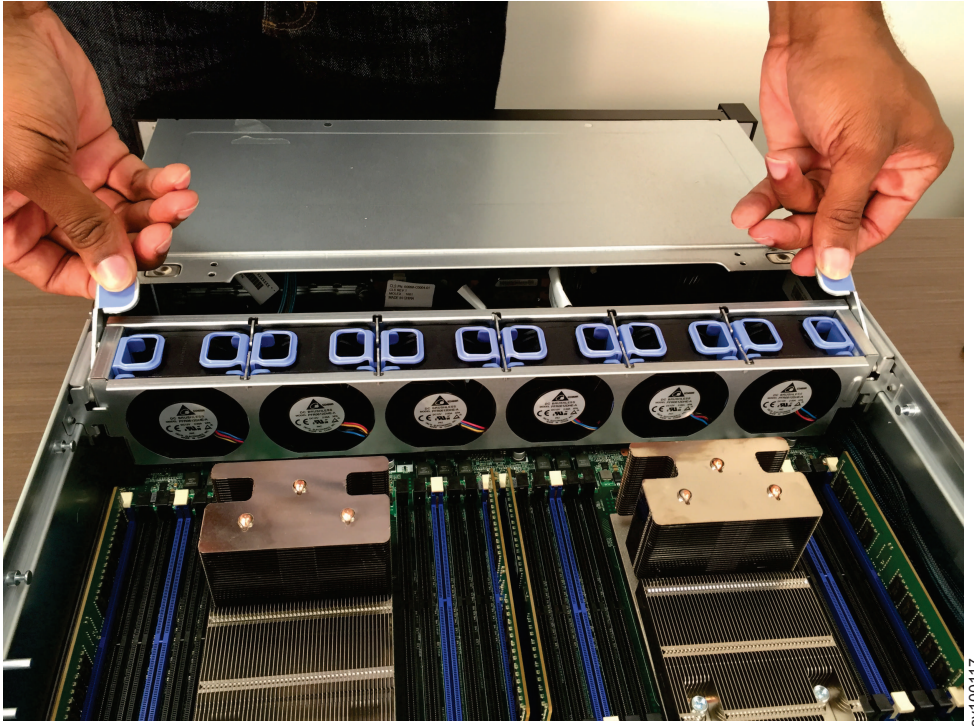

図 183. ファン・ブラケットを所定の位置に押し込む
3. 233 ページの図 183 に示すように、ファン・ブラケットのリリース・レバーがカチッと音がして収まるまで、ブラケットを所定の位置に押し込みます。